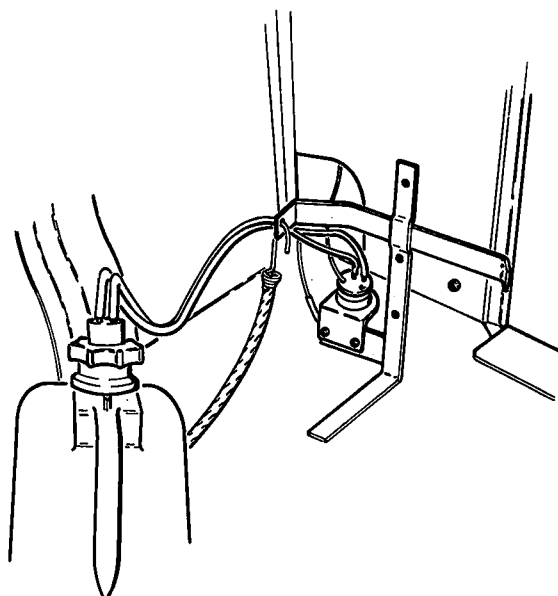

Fig. 12.
1. Verwijder de watertank (fig. 12).